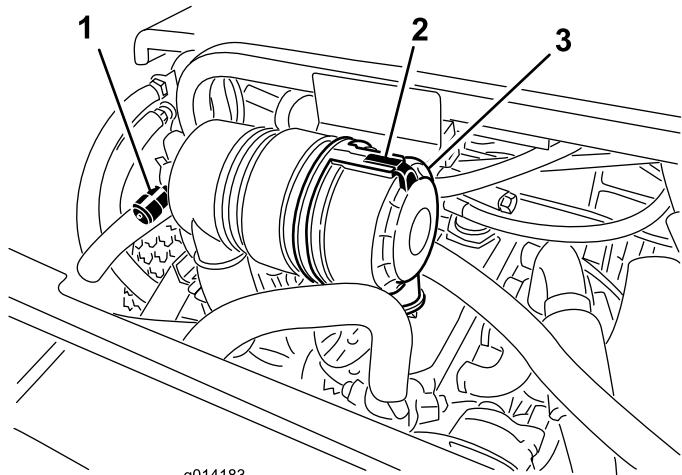

Рисунок 43
Обслуживание фильтра воздухоочистителя следует производить только после покраснения индикатора необходимости обслуживания(Рисунок 43). Замена воздушного фильтра без необходимости ведет лишь к повышению вероятности попадания грязи в двигатель при извлечении фильтра.
1. Откройте защелки, фиксирующие крышку воздухоочистителя на его корпусе (Рисунок 43).